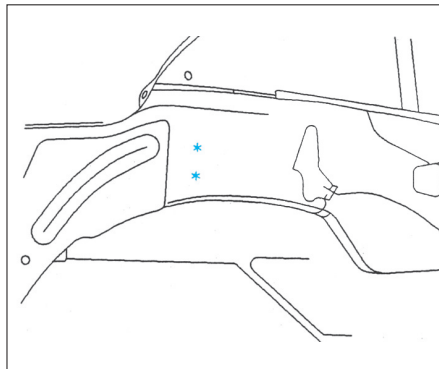

FIG. 30
- Par l'intérieur du brancard, découper le renfort AV de brancard (Fig.30).